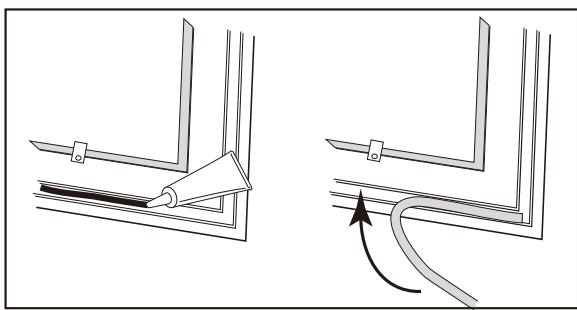

図 26 溝にシリコンシーラントを置き、その上からガスケットを押し込みます。
5. 掃除した溝の中に、直径 3mm ほどのシリコンシーラントを置いていきます。(図 26)
6. 一方の端から始めて、ガスケットを溝に押し込んで行きます(図 26)。ガスケットを一巡させて、余分を切り落とすときは、端同志が必ず接触するようにしてください。ガスケットの端が重なったり、端がほぐれたままにしないでください。